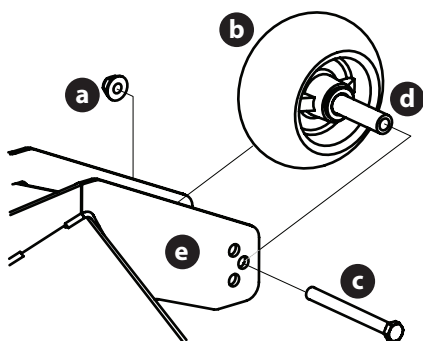

Figure 46
2. Retirez le contre-écrou (a) qui fixe l'une des roues de jauge avant (b) au plateau de coupe. Retirez la roue de jauge avant (b), la vis hexagonale (c) et l'entretoise (d) (Figure 46).
3. Insérez la vis hexagonale (c) dans l'un des trois trous de repérage du support de la roue de jauge avant (e) qui permettra à la roue de jauge avant (b) d'avoir un espace de 1/4-1/2 po avec le sol (Figure 46).
4. Prenez note du trou de repérage de la roue de jauge avant qui vient d'être ajustée (b), et ajustez l'autre roue de jauge avant (b) dans le trou de repérage correspondant de l'autre support de roue de jauge avant (e) (Figure 46).